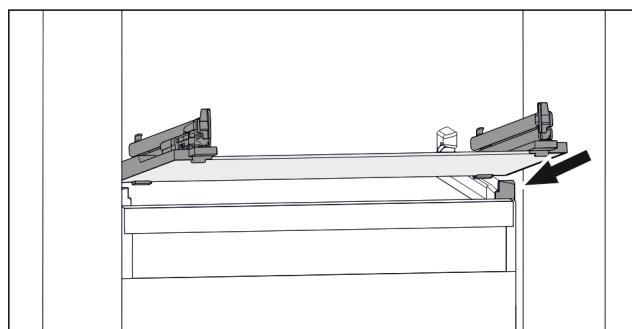

Fig. 134 Przykładowa prezentacja płyty szklanej
- ▶ Założyć płytę szklaną pod skosem za stoperami. (patrz Fig. 134)